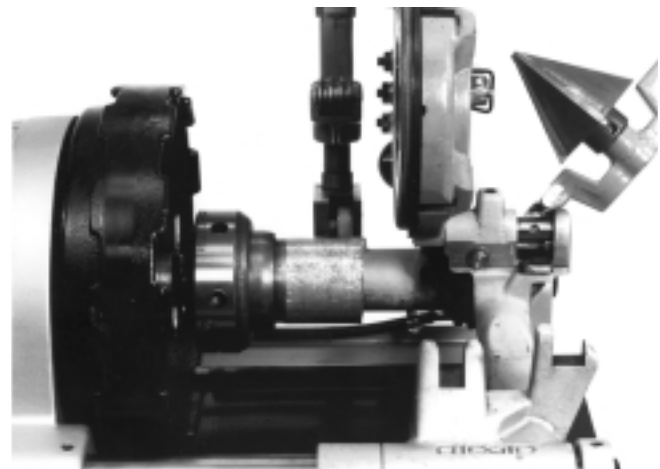

Figura 20 – Portaherramientas niplero No. 819 listo para roscar
- A mano, atornille al adaptor el niple (Figura 20) que ha sido roscado en un extremo. Efectúe el escariado y rosque el otro extremo.